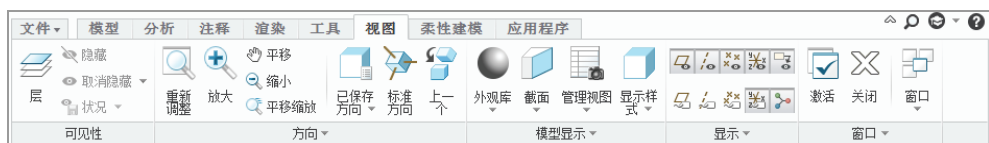

图 1-16 “视图”选项卡
- “视图”选项卡：其中包含了“可见性”“方向”“模型显示”“显示”和“窗口”等面板，如图 1-16 所示。主要用于设置管理模型的视图，可以调整模型的显示效果、设置显示样式、控制基准的特征显示与隐藏以及文件窗口管理等。